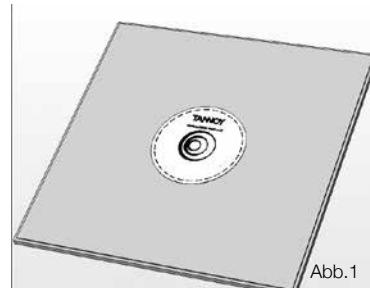

Abb.1
1. Entfernen Sie die Deckenplatte aus ihrem Rahmen und platzieren Sie sie auf einer ebenen Fläche. Markieren Sie den auszuschneidenden Bereich der Deckenplatte durch Anzeichnen um die im Lieferumfang enthaltene Schablone. (Abb.1)